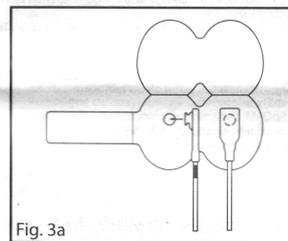

Fig. 3a
- Siehe Abb. 3a. Drücken Sie den Vorsprung am Sender-Sensorpad (Kabel ist rot markiert) in die Aussparung auf der linken Seite sowie den Vorsprung am detektor-Sensorpad in die Aussparung auf der rechten Seite.